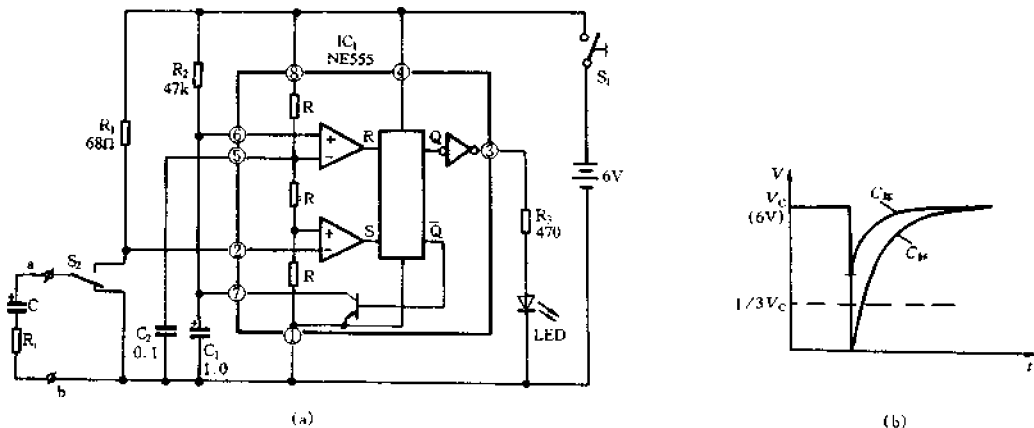

图 6-9 改进型电解电容器内阻测试器
为克服上述缺点,可采用图 6-9(a)所示的电路,专门制作一个测试器,使用起来十分方便。图中,  $\text{IC}_1$  为一块 555 时基电路,  $\text{S}_1$  为按钮开关,用以控制电源的通断。这里采用按钮式开关的目的是为了避免因忘记关电源而使电池长时间空耗电。  $\text{S}_2$  为测试开关,此开关要带有常闭刀位。  $\text{R}_1$  决定测试阈值,  $\text{R}_2$  与  $\text{C}_1$  的值可决定触发保持时间,亦即发光二极管闪亮时间。整个电路接成类似单稳态触发器。测试前,将待测电容器接在 a、b 端子上,  $\text{S}_2$  置于“放电”位置,此时常闭接点使电容器放电。测试时,先用一只手按下  $\text{S}_1$  接通电源,再将测试开关  $\text{S}_2$  拨至“测试”位置,如果被测电容器良好,则电容器通过 R 充电形成一个负脉冲,如图 6-9(b)中  $\text{C}_{\text{好}}$  曲线所示,电路被触发,  $\text{IC}_1$  的 ③脚输出高电平,使发光二极管闪亮。闪亮时间基本上与 C 的
容量无关,仅与  $C_1$ 、 $R_2$  的时间常数有关。如果被测电容器已损坏,其内阻  $R_c > 1/2R_1$ , 产生的脉冲顶端电压高于  $1/3$  电源电压,如图 6-9(b)中  $C_{环}$  曲线所示,电路将不能被触发,发光二极管不闪亮,此时即可判定被测电容器已损坏。该测试器最大优点是不用将被测电容器从电路板上焊下,可直接在电路板上进行在路测试。